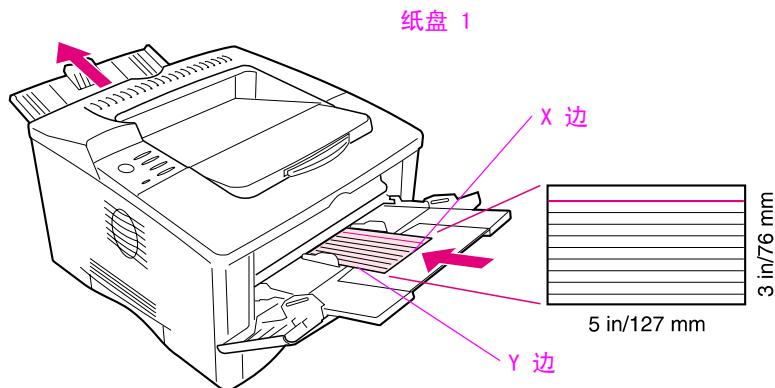

图 11 打印自定义尺寸纸张
- 3 在 Printing Menu 中，按图 11 所示设置 X 尺寸 (纸张前边)。纸盘 1 的 X 尺寸可以是 3-12.28 英寸 (76-312 毫米)。按图 11 所示设置 Y 尺寸 (纸张的侧边)。纸盘 1 的 Y 尺寸可以是 5-18.5 英寸 (127-470 毫米)。